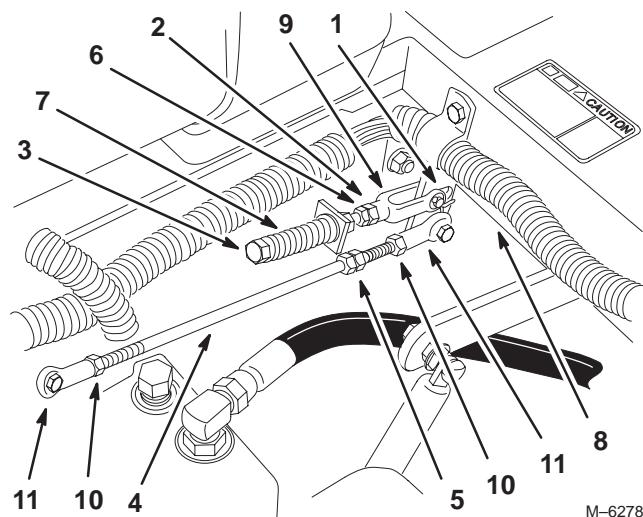

Figure 57
5. Placez le levier au point mort, **sans le verrouiller** (Fig. 57).
6. Tirez-le ensuite en arrière jusqu'à ce que l'axe de chape (situé sur le bras au-dessous de l'axe de pivot) touche l'extrémité de la fente (c.-à-d. commence juste à appuyer sur le ressort) (Fig. 57).
8. Si un réglage s'impose, desserrez l'écrou et l'écrou de blocage vissés contre la chape (Fig. 57).
10. Serrez l'écrou et l'écrou de blocage (Fig. 57).
1. Desserrez les contre-écrous sur les rotules de la tige de commande de la pompe (Fig. 57).
3. Réglez la longueur de la tige de pompe en tournant les doubles écrous dans le sens voulu, jusqu'à ce que la roue soit immobilisée ou tourne légèrement en marche arrière (Fig. 57).
6. Serrez les contre-écrous contre les rotules (Fig. 57).